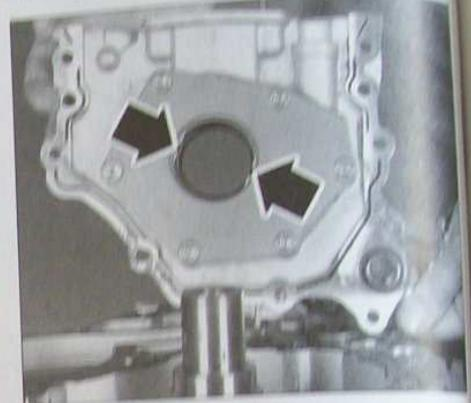

FIG. 20
- Engager la pompe à huile sur le vilebrequin en alignant les deux méplats de la pompe sur ceux du vilebrequin (Fig.20).